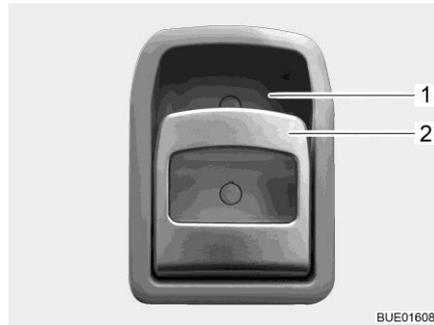

Fig. 64 Cerradura de la puerta (puerta de entrada en el interior)
- Abrir:** ■ Tirar del tirador (Fig. 64,2). Se desbloqueará o bien abrirá la cerradura de la puerta.
- Bloquear:** ■ Presionar la parte superior del tirador (Fig. 64,2) hacia el alojamiento del tirador (Fig. 64,1). Se bloqueará la cerradura de la puerta.